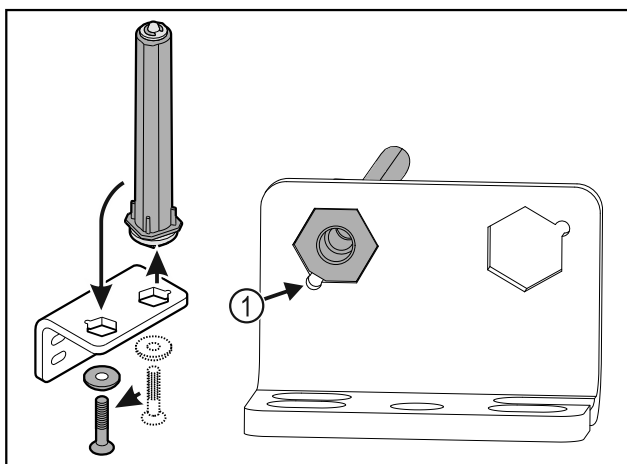

Fig. 26
- Uzmaniet, lai ievietošanas laikā tapas nošļaupums Fig. 26 (1) būtu vērsts pret apaļo caurumu.